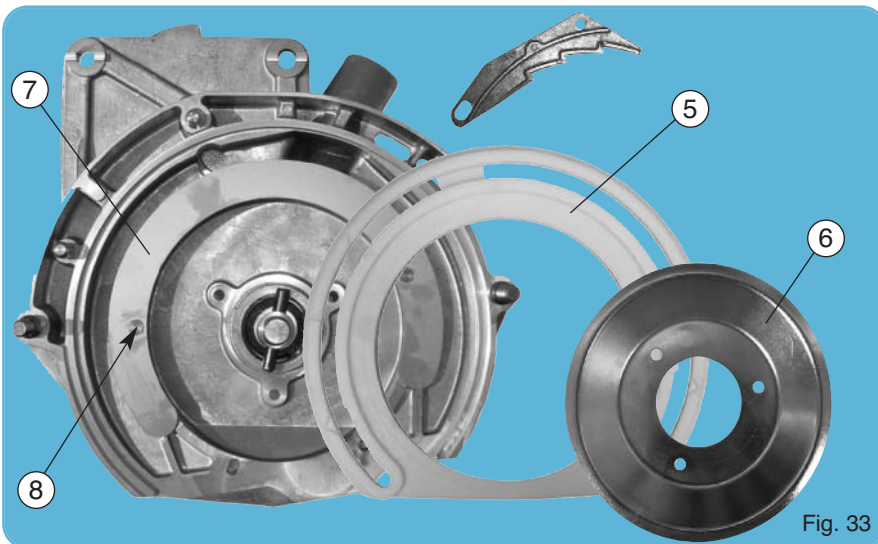

Fig. 33
La couronne plastique de frottement (5) sur laquelle tourne le disque doit être plane et en bon état. A titre indicatif, en conditions normales d'utilisation, son remplacement ne devrait être nécessaire qu'après 500 à 1000 ha. Maintenu extérieurement dans une gorge et bloquée par la cuvette (6) et ses 3 boulons, la nouvelle couronne devra être positionnée avec attention en prenant soin à ce que les crans du secteur d'appui (7) (fig. 33) et de la couronne soient bien en place dans leur logement.
The wear gasket is positioned externally in a groove and held by the cup (6). Its 3 bolts should be positioned with care making sure that the stub (fig. 33) of the wear gasket is properly positioned in the hole of the housing.
Der neue Kranz ist äußerlich in einer Rille befestigt und durch die Schale (6) und durch 3 Schrauben befestigt. Dabei ist darauf zu achten, daß die Raster des Stützringes (Abb. 33) und des Kranzes richtig in ihrem entsprechen Sitz eingelegt sind.
De nieuwe slijtring wordt aan de buitenkant vastgehouden in een sleuf en met een holle plaat (6) en drie bouten vastgezet. Let er bij het plaatsen goed op dat de inkepingen van de steunring (7) (fig 33) en de slijtring goed in de uitsparingen van het zaaiehuis passen.